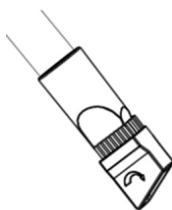

Fig. 8 – Conexión de boquilla esquinas/cepillo en la manguera
- Monte la boquilla esquinas/cepillo en la manguera (Fig. 8).